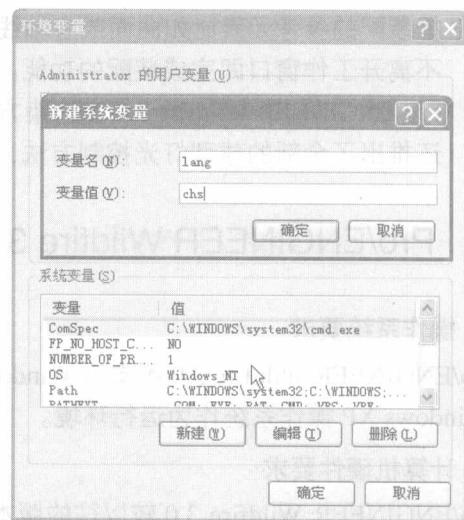

图 1-2 设置环境变量
(2) 单击 按钮，在打开的对话框中单击 按钮，然后在“新建系统变量”对话框中设置新建变量名为“lang”、变量值为“chs”的环境变量，如图 1-2 所示。
(3) 单击 按钮使设置生效。